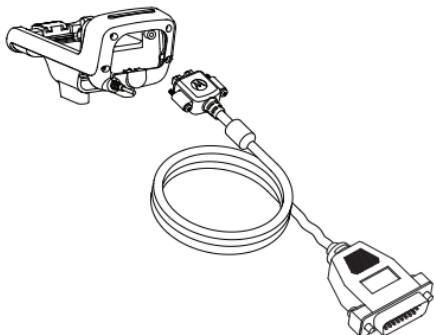

Figura 3: Installazione del cavo da base a scatola di giunzione sulla base
9. Fissare il cavo da base a scatola di giunzione (PMKN4169) o il cavo da base a scatola di giunzione con cavo dati USB (PMKN4170) sulla parte inferiore della tasca della base serrando la vite di sollevamento nel dado di inserimento come illustrato nella Figura 3 qui sotto.